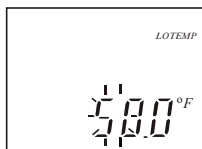
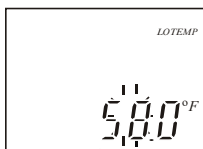

图 12
图 13
3. 按 NX/td 键，十位的数字位开始闪烁（图 12），按 MN/MX 键调整该数字位读值，调整后，按 NX/td 键切换需要调整的数字位，然后按 MN/MX 键调整该数字位的读值直到设定完成，此处要求设定 LOTEMP 为 58°F（图 13）。